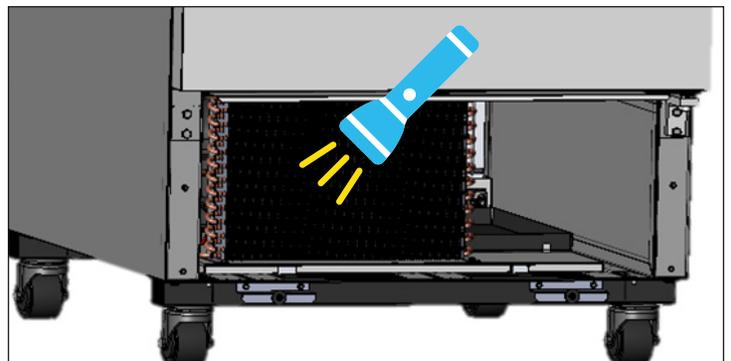

Abb. 4. Prüfen, ob alle Verstopfungen beseitigt wurden.
4. Wenn die Oberfläche der Röhren vom Schmutz befreit ist, mit einer Taschenlampe prüfen, ob durch den Wärmetauscher zu sehen ist, wie sich der Lüfterflügel des Verflüssigers dreht. Siehe Abb. 4.